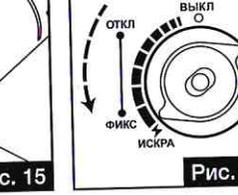

Рис. 16
- Повернуть регулятор силы горения в положение максимальной подачи газа для удаления остатков газовой смеси из редуктора (Рис. 16).